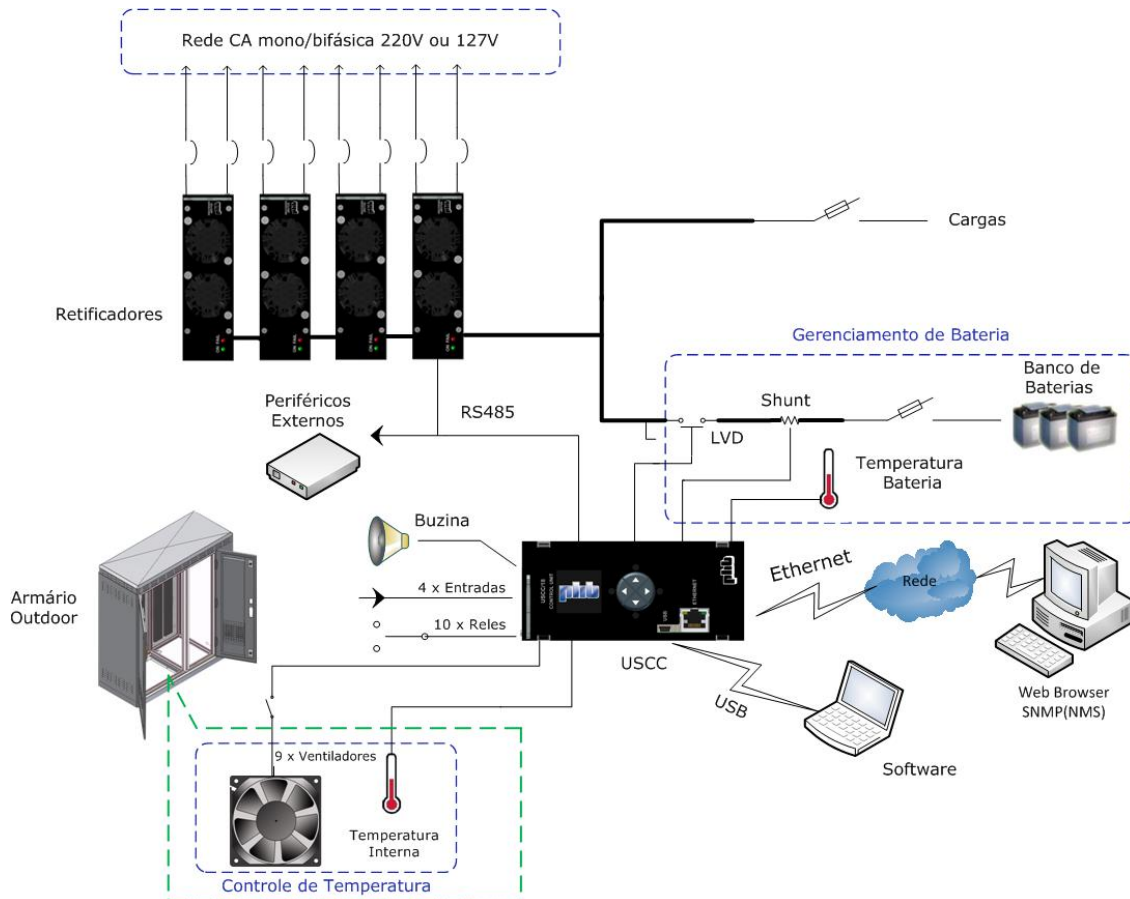

Figura 1 - Diagrama de blocos simplificado.
O Sistema de Retificadores (SR) modelo SR60A-48V/02 é apropriado para aplicações que requerem um alto nível de confiabilidade e compactação, sendo composto por quatro Unidades Retificadoras de -48V/15A, Unidade de Supervisão e Unidade de Distribuição e Desconexão em sub-bastidor de 19" com apenas 3U. Seu layout modular propicia facilidade de operação e manutenção. O SR pode ser ilustrado pelo diagrama de blocos apresentado na figura 1.